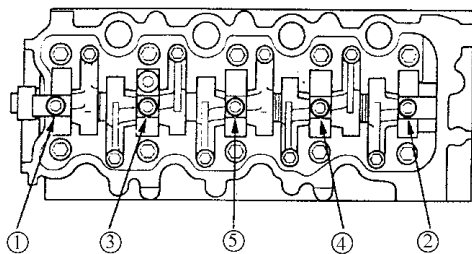

图 2-102 摇臂轴装配螺栓松开顺序
3) 按图 2-102 所示的顺序，一次转动 2 圈，松开摇臂轴装配螺栓。